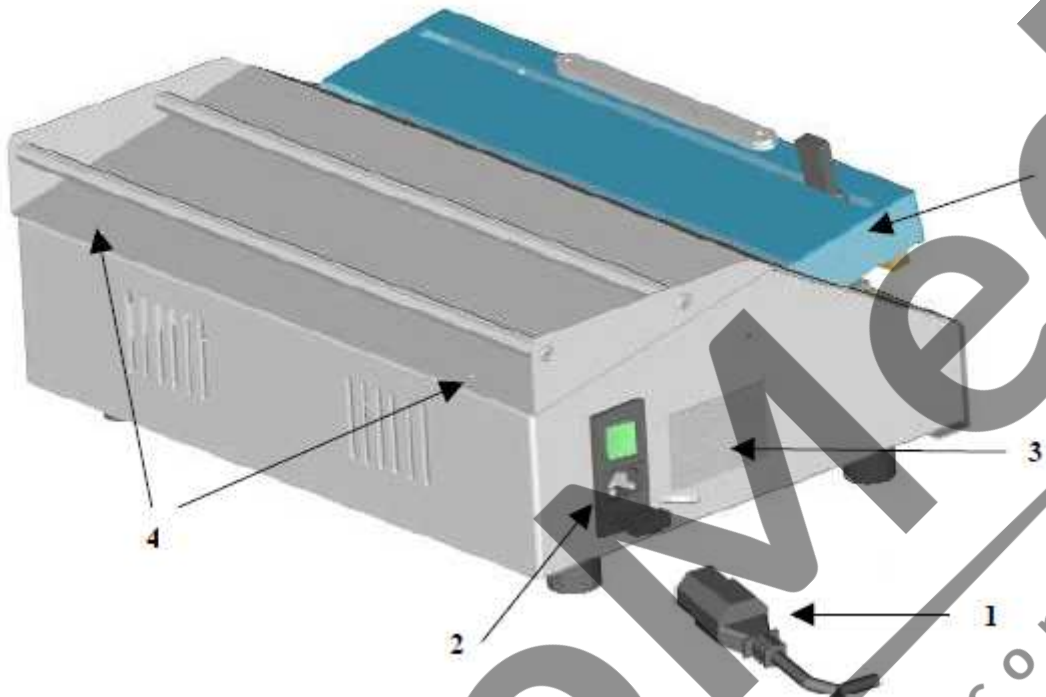

fig. 2
În eventualitatea pierderii sau deteriorării manualului, utilizatorul poate solicita producătorului un nou manual, având grijă să indice: nr. de serie, modelul, anul de fabricație și numărul de înregistrare de pe plăcuța aflată pe partea laterală stânga a aparatului (nr. 3 fig. 2 și fig. 5).
Deconectați întotdeauna cablul de alimentare (nr. 1 fig. 2) înainte de a efectua orice operație de întreținere asupra aparatului.
- Înainte de orice intervenție de curățare a aparatului, deconectați cablul de alimentare (nr. 1 fig. 2).